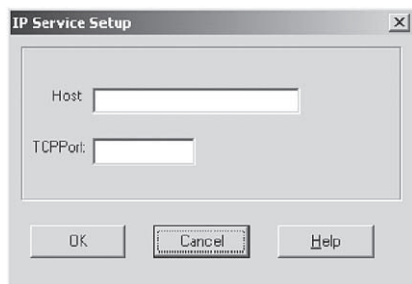

Рис. 24. Окно настройки IP-сервисов
3. Щелкните по кнопке *Add IP* («добавить IP-адрес»). Откроется окно *IP Service Setup* («настройка IP-сервисов», рис. 24).